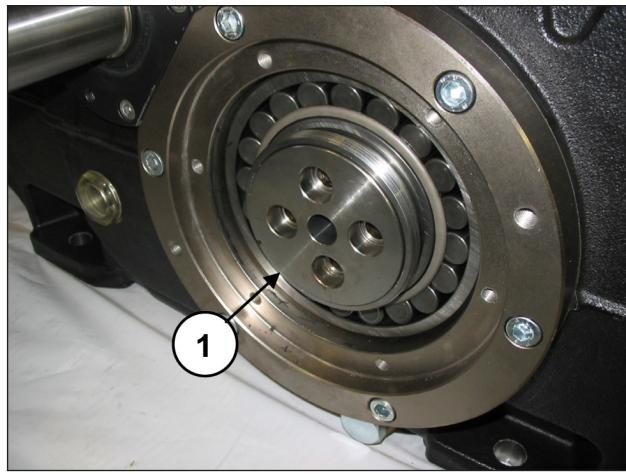

Fig. 14
No desmontar lasbridas de bloqueo del casquillo (pos. ①, Fig. 14).